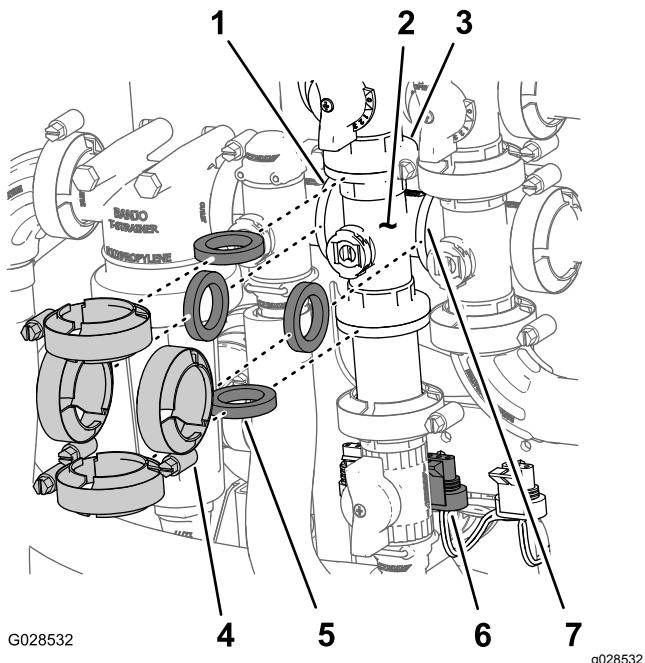

Figure 90
- Déposez les colliers et les joints qui fixent le collecteur de la vanne d'agitation (Figure 90) à la vanne de dérivation d'agitation, au régulateur de débit, à la vanne maîtresse des rampes et au raccord adaptateur (régulateur de pression d'agitation).